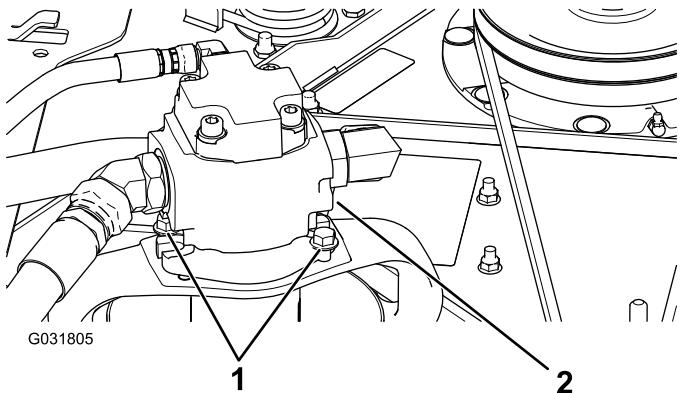

Figure 127
5. Enlevez les boulons qui fixent le moteur hydraulique à l'unité de coupe (Figure 127).
3. Enlevez les boulons qui fixent le moteur hydraulique à l'unité de coupe (Figure 127).